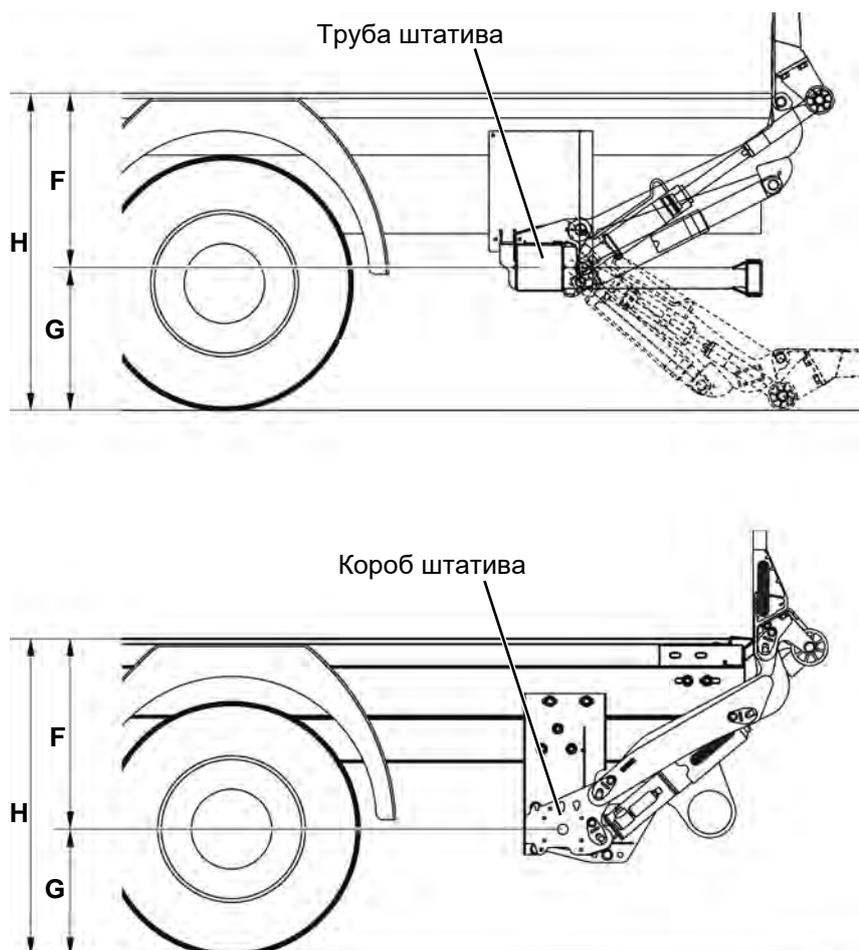

Рисунок 19: Позиционирование трубы/короба штатива
- Расположите трубу/короб штатива на высоте, соответствующей размерам, установленным при осмотре навесного оборудования (размеры «F», «G» и «H» на схеме установки навесного оборудования, см. рис. 19).